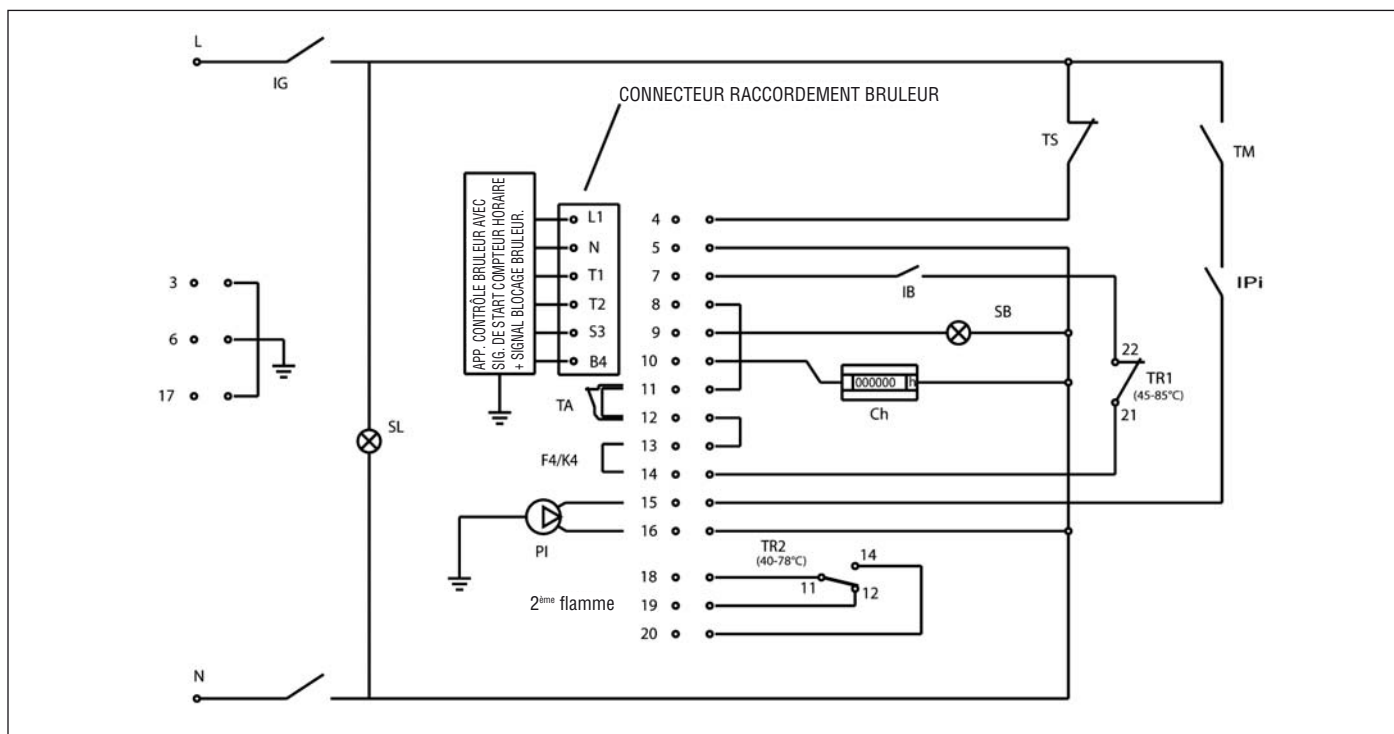

Fig. 17
7.2 Schéma électrique pour brûleur et pompe monophasé (Fig. 17)
10.4 Nettoyage de la chaudière (Fig. 17)